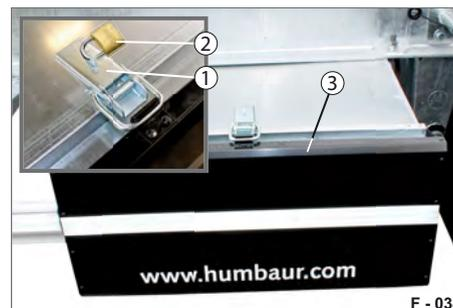

Abb. 44 Staukasten verschlossen
- ▶ Verschlossen Sie ggf. den Staukasten mit einem Vorhängeschloss (Abb. 44/2) - Diebstahlsicherung.